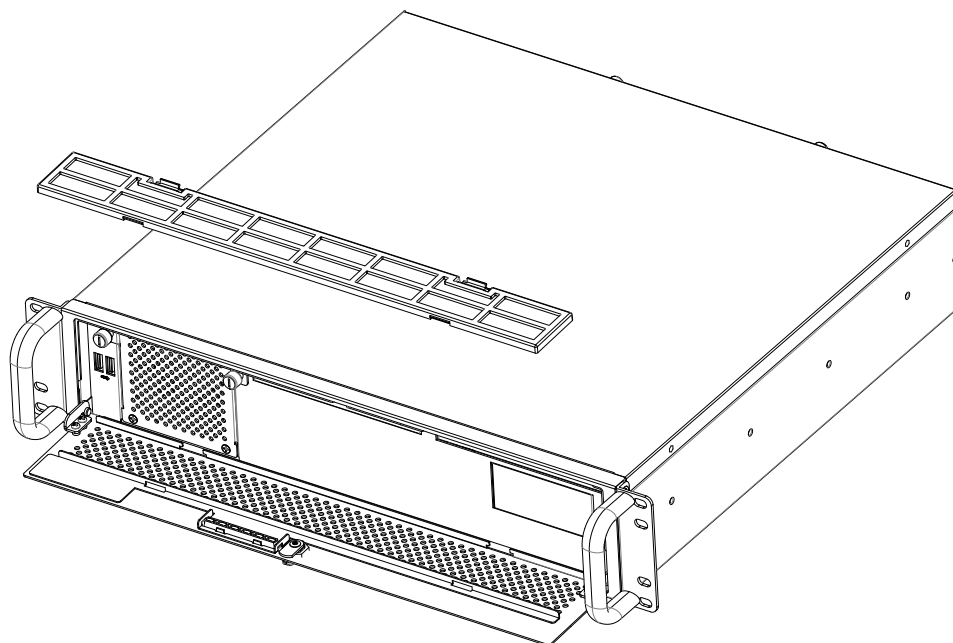

Figure 3.5: Removing the Filters/ 取出过滤器 / 取出濾網
2. Push the hook and pull the filter out. (see Figure 3.5)
2. 拨开挂钩，将过滤器拉出（如图 3.5 所示）。